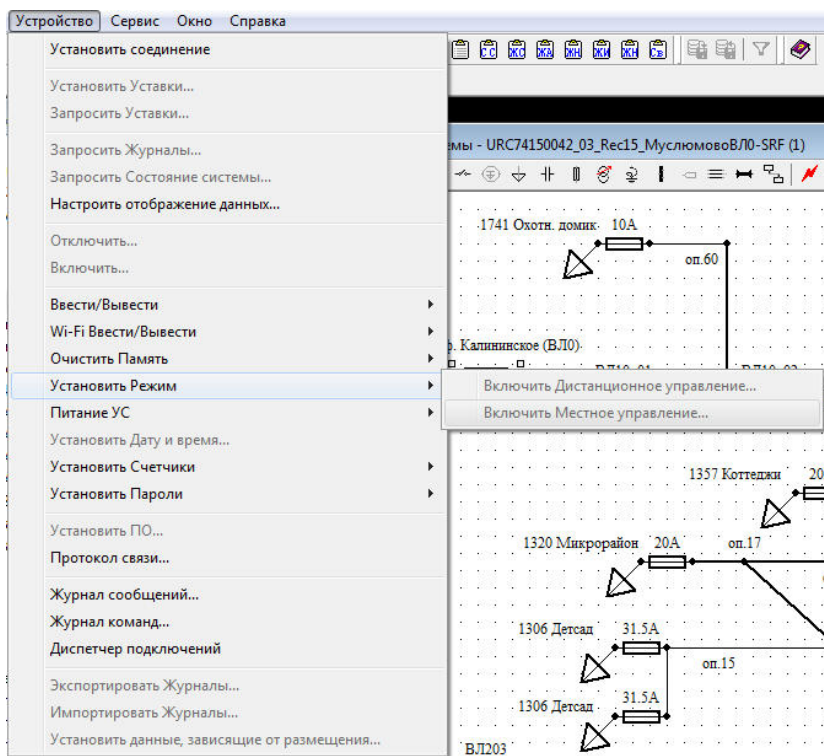

Рис.4.10. Изменение режима управления
11. Если установлен режим управления «Дистанционный», необходимо выполнить команду «Управление/Установить режим/Включить местное управление» (см. **Рис.4.10**).